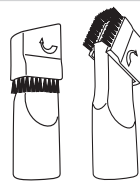

Figura 4
7. Assicurarsi di regolare la bocca aspirante a seconda dell'utilizzo su superfici dure o morbide agendo col piede sull'apposito selettore (vedere la figura 4). Se si desidera pulire una superficie dura, agire sul selettore per fare fuoriuscire le spazzole dalla bocca aspirante combinata. Qualora la superficie da pulire sia morbida, fare ritrarre le spazzole agendo sullo stesso selettore.